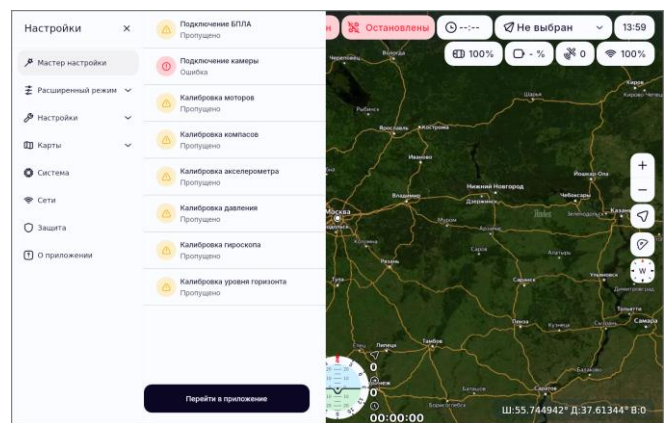

Рисунок 22
- убедиться, что на экране показаны результаты настройки БПЛА (рисунок 22);